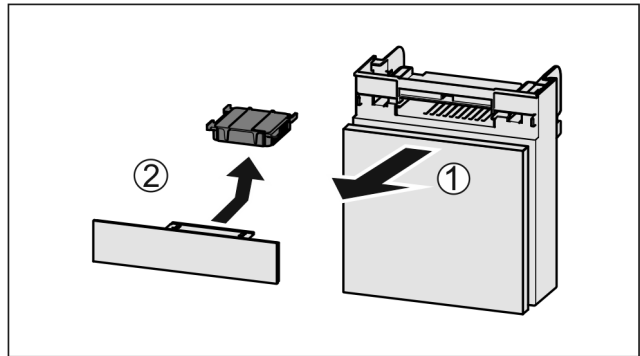

Fig. 123
- Fach nach vorne herausziehen Fig. 123 (1).
- Aktivkohlefilter entnehmen Fig. 123 (2).